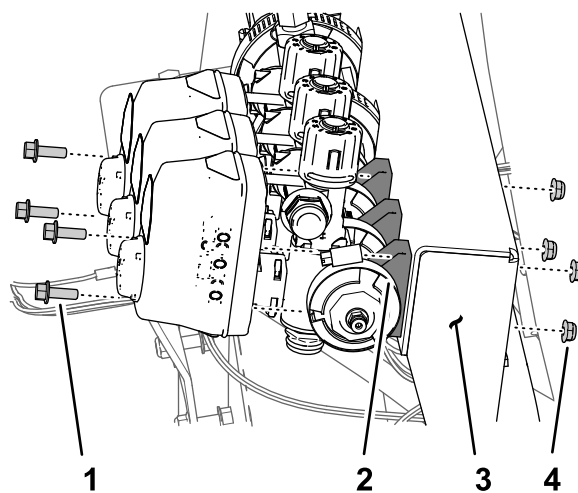

Figura 66
1. Rimuovete i 2 bulloni a testa flangiata ($\frac{1}{4}$ " x $\frac{3}{4}$ ") e i 2 dadi di bloccaggio ($\frac{1}{4}$ ") che fissano la valvola di sezione delle barre di sinistra al supporto del collettore (Figura 66).
2. Rimuovete i 2 bulloni a testa flangiata ($\frac{1}{4}$ " x $\frac{3}{4}$ ") e i 2 dadi di bloccaggio ($\frac{1}{4}$ ") che fissano la valvola di sezione delle barre di destra al supporto del collettore (Figura 66).
3. Rimuovete i morsetti flangiati da 40-64 mm ($1\frac{9}{16}$ x $2\frac{1}{2}$ ") e la guarnizione da 25 x 35 mm (1 " x $1\frac{3}{8}$ ") che fissano la flangia della valvola di sezione di sinistra al riduttore (Figura 66).